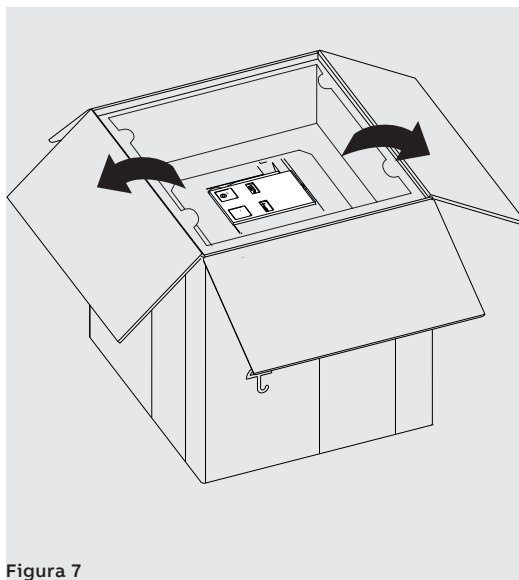

Figura 7
2. Aprire la parte superiore della scatola d'imballo e togliere la protezione di contenimento superiore. Vedi Figura 7 e Figura 8.